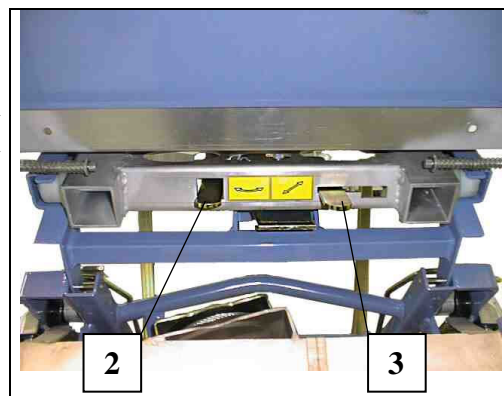

fig. 47 Leva di blocco nella piattaforma
- Spingere la leva di sbloccaggio (fig. 47 pos.3) verso destra e bloccarla, per poter spingere la piattaforma verso l'esterno. Spingere completamente la piattaforma verso l'esterno fino alla battuta d'arresto.
- Premere verso l'alto la leva d'arresto (fig. 47 pos.2) e girare la piattaforma fino a che la sponda di scarico (bloccata) non si trova verso la rotaia di guida.
- Tirare verso l'interno la piattaforma girevole fino a che la leva di blocco (fig. 47 pos. 3) non s'innesta prima della rotaia di guida.